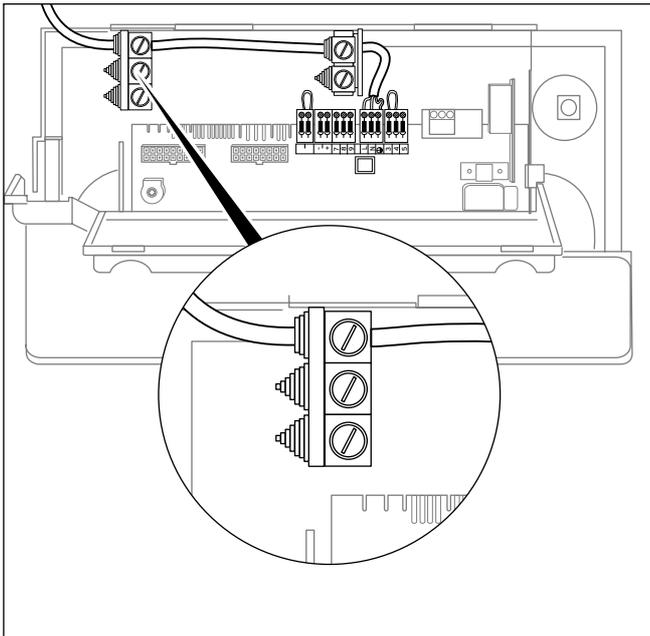

Fig. 5.8 Condotto cavi per l'alimentazione elettrica principale
- Assicurarsi di introdurre il cavo di collegamento dell'alimentazione elettrica principale nella scatola elettronica attraverso la canalina per cavi superiore; vedere fig. 5.8.